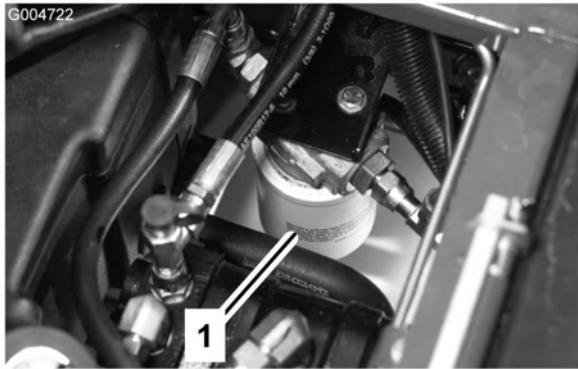

Figure 70
- Nettoyez la surface autour de la surface de montage du filtre. Placez un bac de vidange sous le filtre et enlevez le filtre (Figure 70).